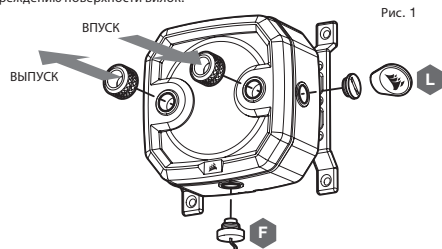

Рис. 1
1. Установите две (2) соответствующие резьбовые соединительные детали CORSAIR XF G1/4 BSPP (не входят в комплект поставки) в отверстия резервуара и затяните их вручную. Запрещается использование каких-либо инструментов (например, плоскогубцев) (Рис. 1).